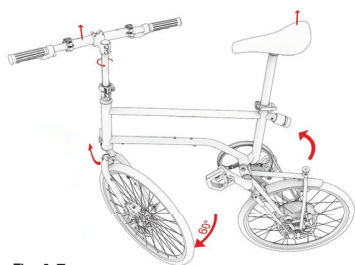

Fig. 1.7
- 8 Ahora levante cuidadosamente la VELLO bike por el manillar y el sillín (Fig. 1.7). La horquilla trasera con la rueda trasera ahora gira hacia atrás.